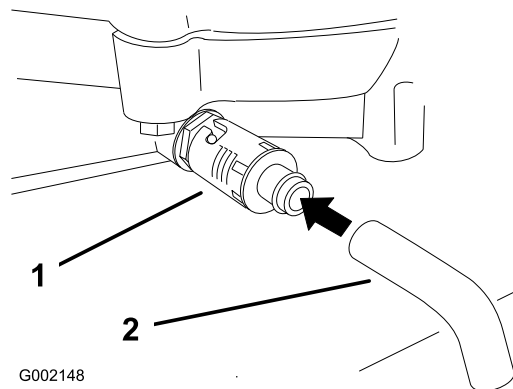

図 20
4. ドレンの下に廃油受けを置く。ドレンバルブを回して開き、オイルを排出する (図 20)。